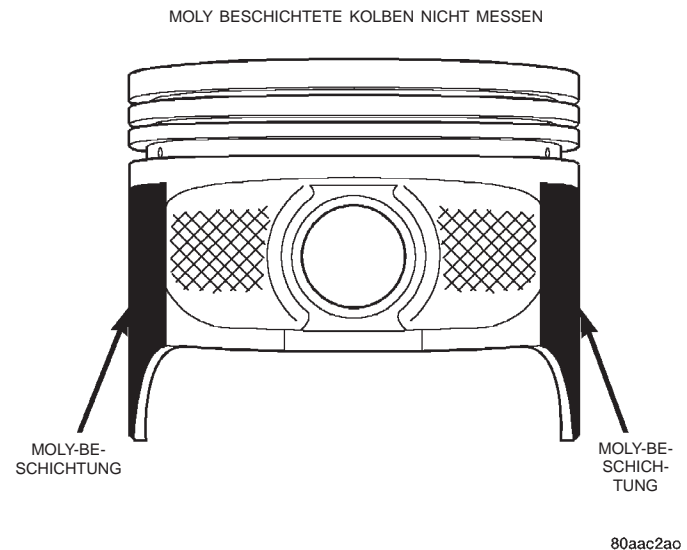

Abb. 3 Moly beschichteter Kolben
(4) Das Beschichtungsmaterial wird nach der Endbearbeitung des Kolbens aufgetragen. Die Messung des Außendurchmessers eines beschichteten Kolbens führt zu ungenauen Ergebnissen (Abb. 3). Deshalb ist die Messung des Innendurchmessers der Zylinderbohrung mit einer Meßuhr **UNBEDINGT ERFORDERLICH**. Zur Ermittlung der korrekten Kolbengröße ist eine Meßuhr mit einer Ablesegenauigkeit von 0,003 mm (0,0001 Zoll) erforderlich.
(5) Der Einbau des Kolbens in den Zylinder erfordert etwas mehr Druck als der Einbau eines nichtbeschichteten Kolbens. Die Beschichtung auf dem Kolben vermittelt den Eindruck, als ob der Kolben genau in der Zylinderbohrung paßt (Preßpassung).